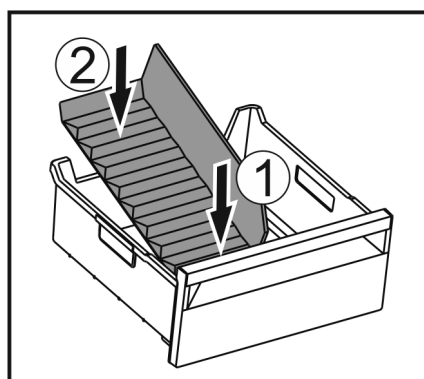

Fig. 154
- ▶ Vstavite sprednji del pregrade predala za led. Fig. 154 (1)
- ▶ Zadnji del pregrade predala za led spustite do dna predala. Fig. 154 (2)